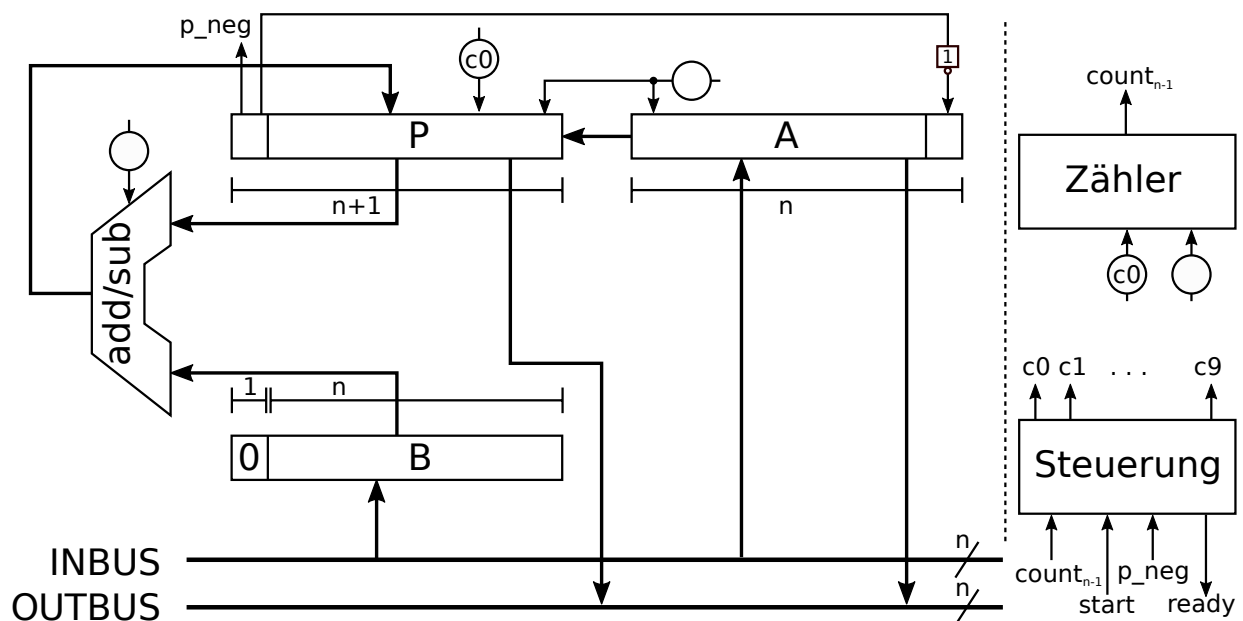

Abbildung 5: Unvollständiger Datenpfad eines Dividierers mit Steuerung
- b) Abbildung 5 zeigt den Datenpfad und die Steuerung eines sequentiellen Dividierers (mit Rückspeichern) für  $n$ -bit Zahlen. Über den INBUS sollen nacheinander die beiden Zahlen  $a$  und  $b$  geschickt und in Register  $A$  und  $B$  geschrieben werden. Das ganzzahlige Ergebnis der Division  $a/b$  soll anschließend in Register  $A$  stehen, während Register  $P$  den Rest der Division enthält. Beide Registerinhalte ( $A$  und  $P$ ) sollen nach der Berechnung nacheinander auf den OUTBUS gelegt werden. Tragen Sie alle notwendigen Kontrollpunkte in Abbildung 5 ein und beschreiben Sie die Funktion jedes Kontrollpunktes kurz in der nachfolgenden Tabelle. (5 Punkte)